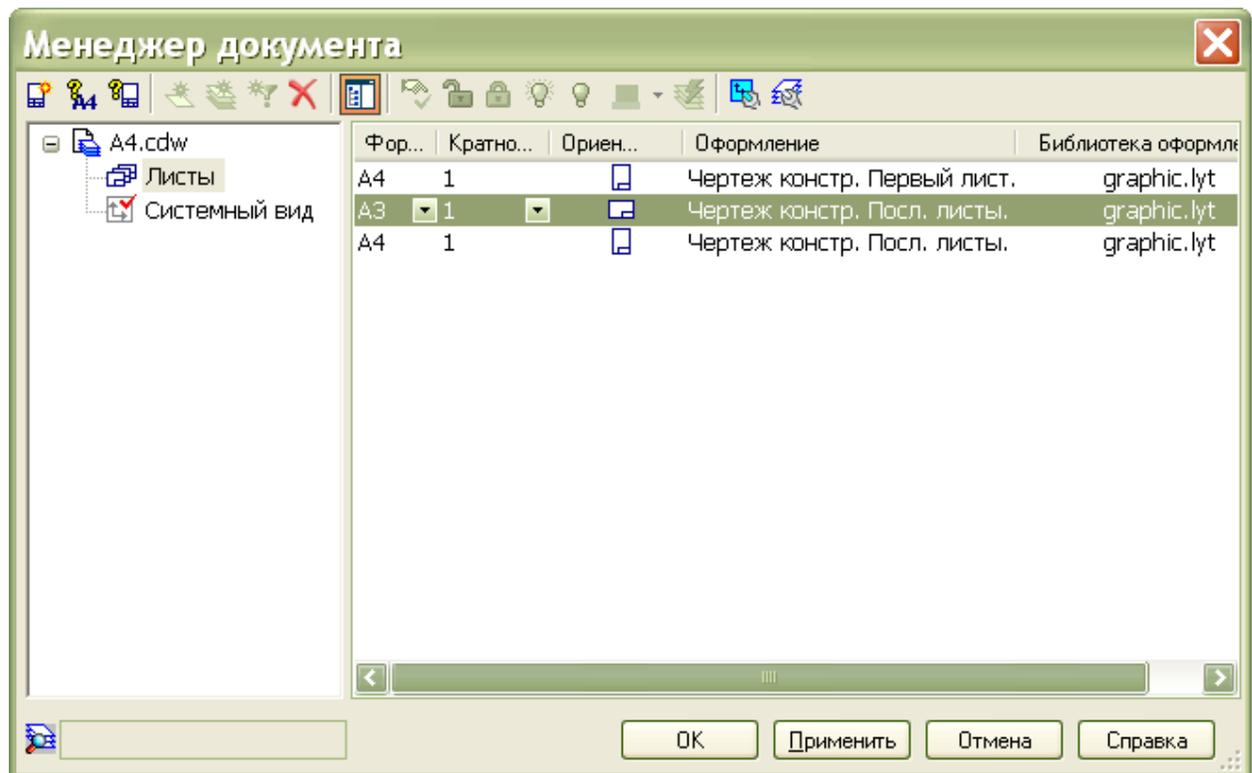

Рисунок 74. Менеджер документа после настройки параметров всех листов.
5. В правом списке можно изменять параметры любого листа (рис.74).